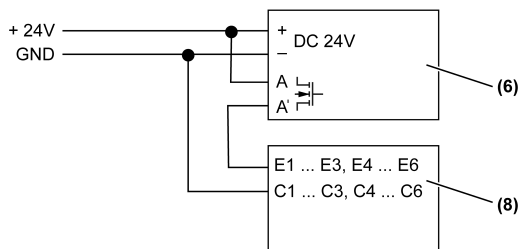

Imagen 6: Conexión a Entrada binaria 6 canales
- (Imagen 6) (8) Entrada binaria 6 canales, n° art.: 2116REG